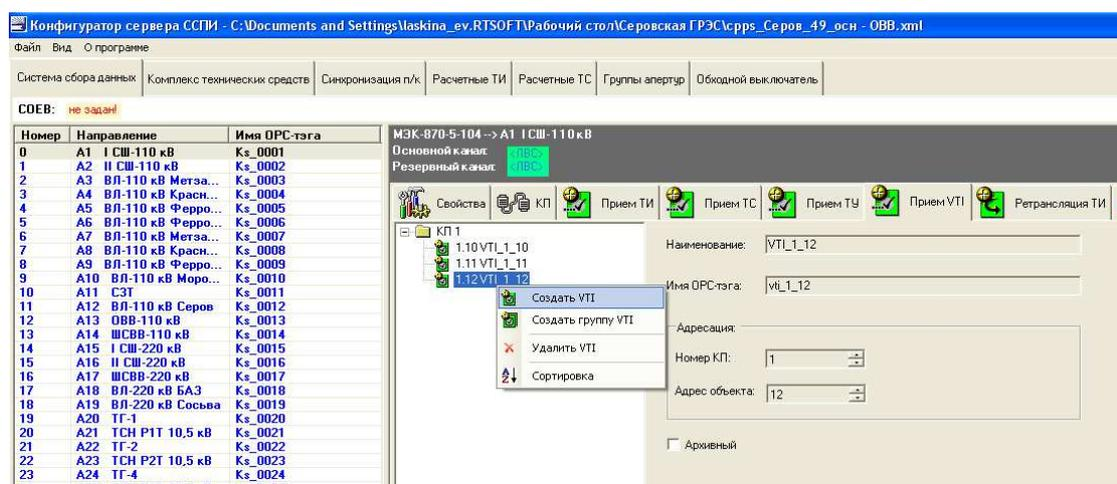

Рисунок 38. Создание нового VTI на основе существующего VTI
- 2) При создании группы VTI в поле «Наименование» указываем общую часть названия каждого VTI в группе. К общей части будет добавлено « №» и номер объекта. В поля «Начальный адрес» и «Конечный адрес» вводим адрес первого и последнего VTI соответственно. Например, если в поле «Наименование» задать значение «VTI», в поле «Начальный адрес» - 10, «Конечный адрес» -18, то получим 6 VTI: VTI №13, VTI №14, VTI №15, VTI №16, VTI №17, VTI №18. Объекты с адресами с 10 по 12 созданы не будут, т.к. VTI с такими адресами были созданы ранее (см. рисунок 38).